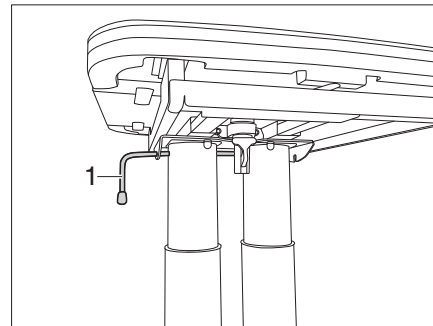

Bild 108 Tisch verriegeln
- Den Verriegelungshebel (Bild 108,1) nach links schwenken. Die Verriegelung ist offen.
- Den Verriegelungshebel (Bild 108,1) nach rechts schwenken. Der Hubtisch ist verriegelt.